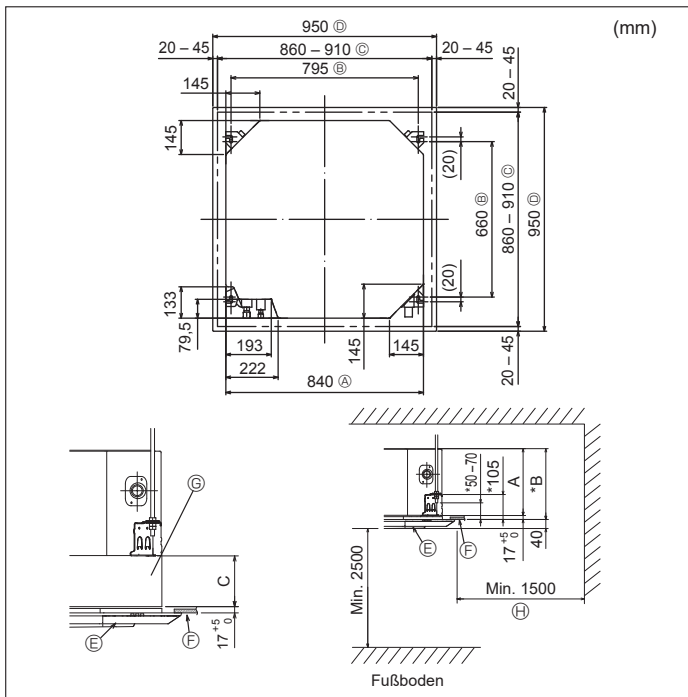

Fig. 3-2
④	Kabelbinder (groß)	8
⑤	Kabelbinder (klein)	1
⑥	Ablaßmuffe	1
⑦	Isolierung	1
⑧	Konummutter 1/4 F (M60)	1
3.2. Lage der Öffnungen in der Decke und der Befestigungsschrauben für die Aufhängung (Fig. 3-2)
- * Die Abmessungen der Deckenöffnung können innerhalb des in Fig. 3-2 dargestellten Bereichs angepaßt werden. Deshalb ist die Hauptanlage in der Deckenöffnung zu zentrieren und sicherzustellen, daß die jeweils gegenüberliegenden Seiten überall den gleichen Abstand aufweisen.